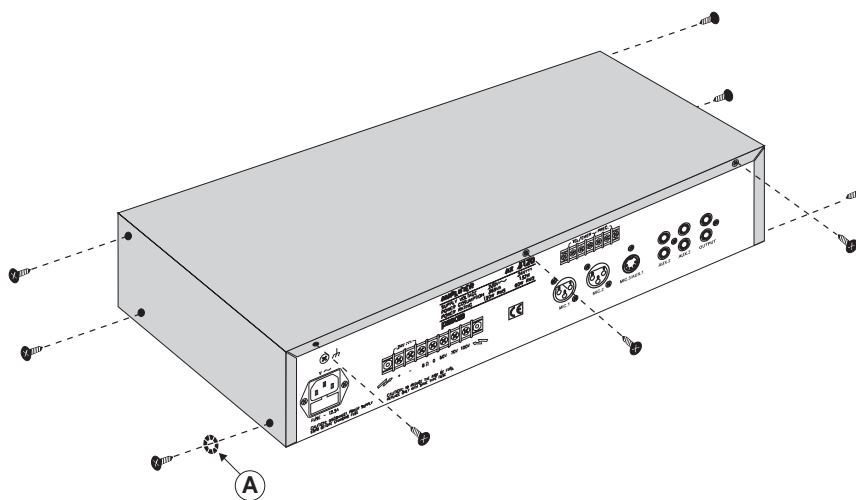

Fig. 2.1.1
La sostituzione dei fusibili deve essere effettuata solo con altri dello stesso tipo e valore. In fig 2.1.1 è mostrato lo schema di assemblaggio del coperchio dell'amplificatore. Accertarsi, nel richiudere il coperchio, di riposizionare la rondella dentellata (A) posta sotto una delle viti di fissaggio del coperchio; questo allo scopo di garantire un perfetto contatto elettrico e quindi un adeguato collegamento a terra tra telaio e coperchio.
Fuses replacement must be of the same type and rating. Fig. 2.1.1 illustrates the assembly of the amplifier cover. Closing the cover be sure to put back the shake proof lock washer (A) placed under one of the cover fixing screws; this is to ensure perfect electrical contact, and therefore adequate earthing, between the unit and the cover.